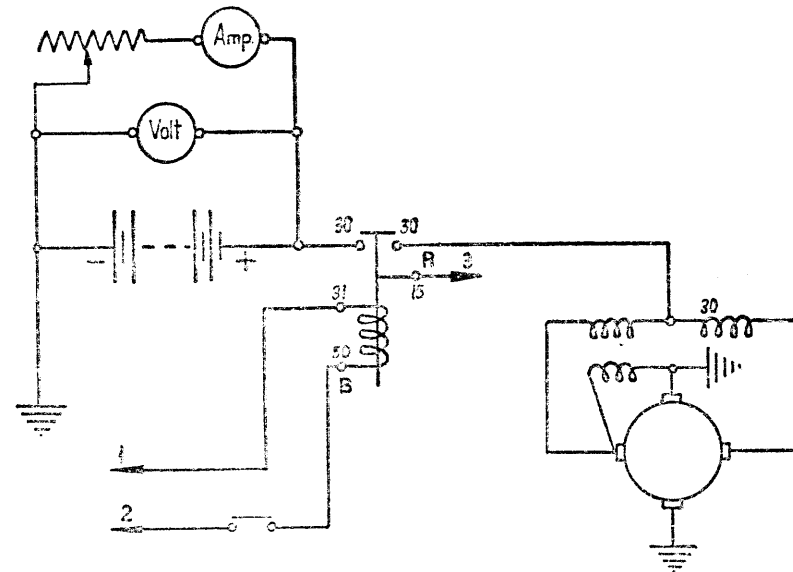

Abb. 132. Überprüfung des Anlassers in belastetem Betrieb.
12.4.1.1. Prüfung in belastetem Betrieb (Abb. 132).